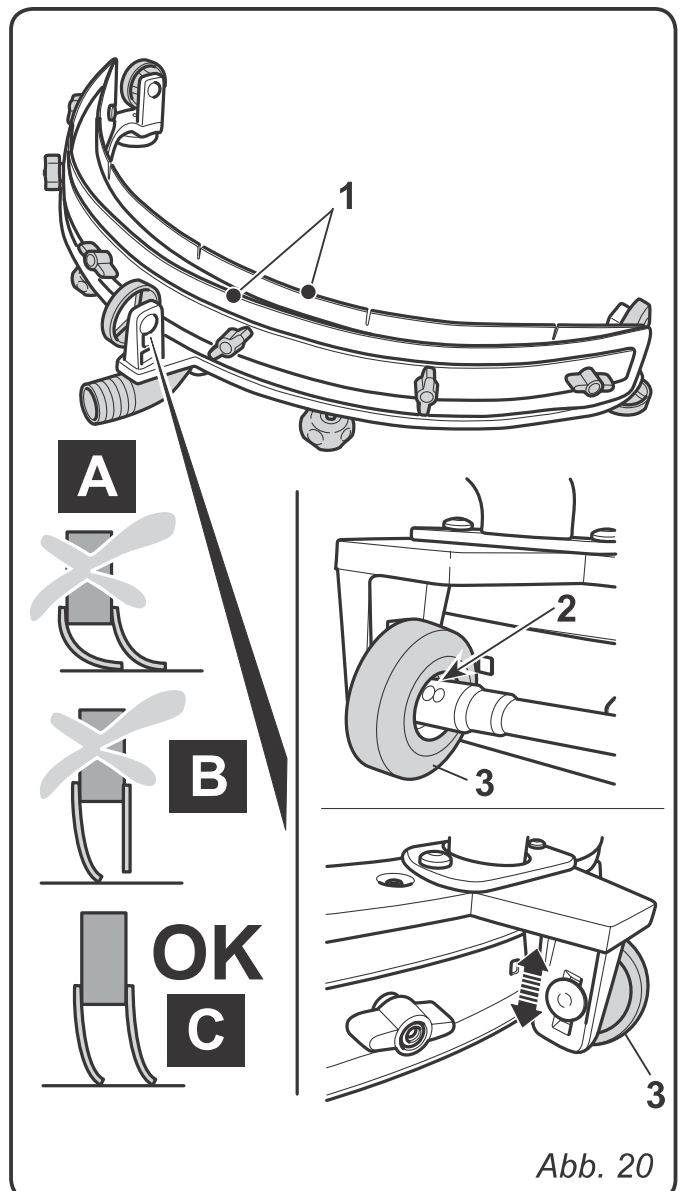

Abb. 20
11.1.g - Druckeinstellung der Wischergummis (Abb. 20)
- Den Druck kontrollieren, den die Wischergummis (1) auf dem Boden hinterlassen: